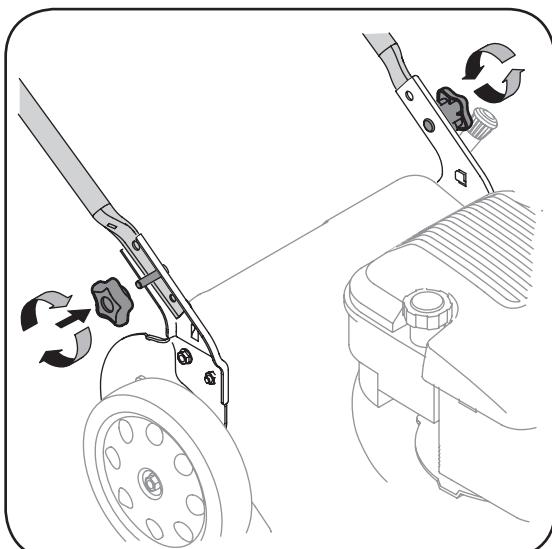

Figura 3-2: Asegure la manija a los soportes de
2. Vuelva a colocar y apriete las perillas manuales extraídas antes asegurando la manija inferior a los soportes de la manija, Figura 3-2.